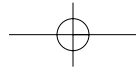

FIG. 24
**REPLACEMENT GRATUIT DES ÉTIQUETTES D'AVERTISSEMENT :** Si les étiquettes d'avertissement (fig. 24) deviennent illisibles ou sont perdues, composer le 1 800 4-DEWALT pour obtenir un remplacement gratuit.